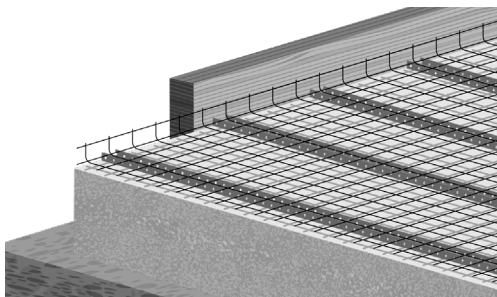

Fig. 14. Installer hønsenet
3. Varmekablet skal imellem strøerne fastgøres på hønsenet eller andet ikke brændbart materiale. Hønsenet fastgøres imellem strøerne så der er minimum 30 mm op til gulvbelægnings underside. Under hønsenet skal der være isoleret og hønsenet må ikke ligge direkte på isolering (fig. 14).